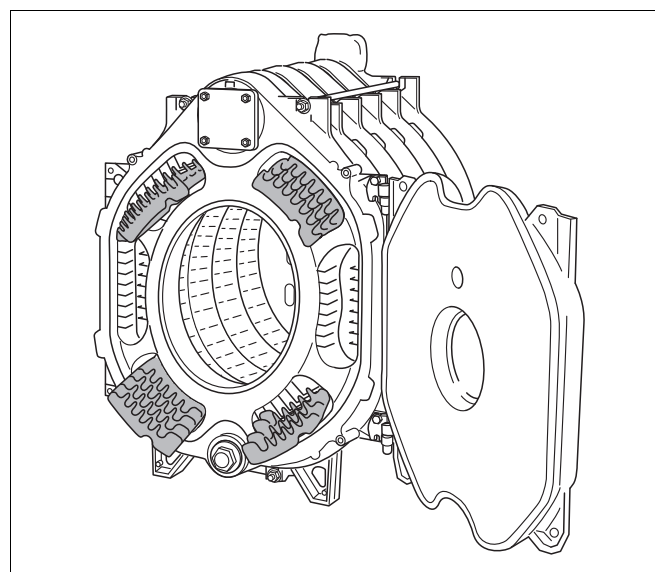

Рис. 27 Направляющие пластины дымовых газов
- ▶ Выньте из ящика направляющие пластины дымовых газов и уложите их в газоотводящие каналы в соответствии с **маркировкой** (→ рис. 27 и следующая таблица).